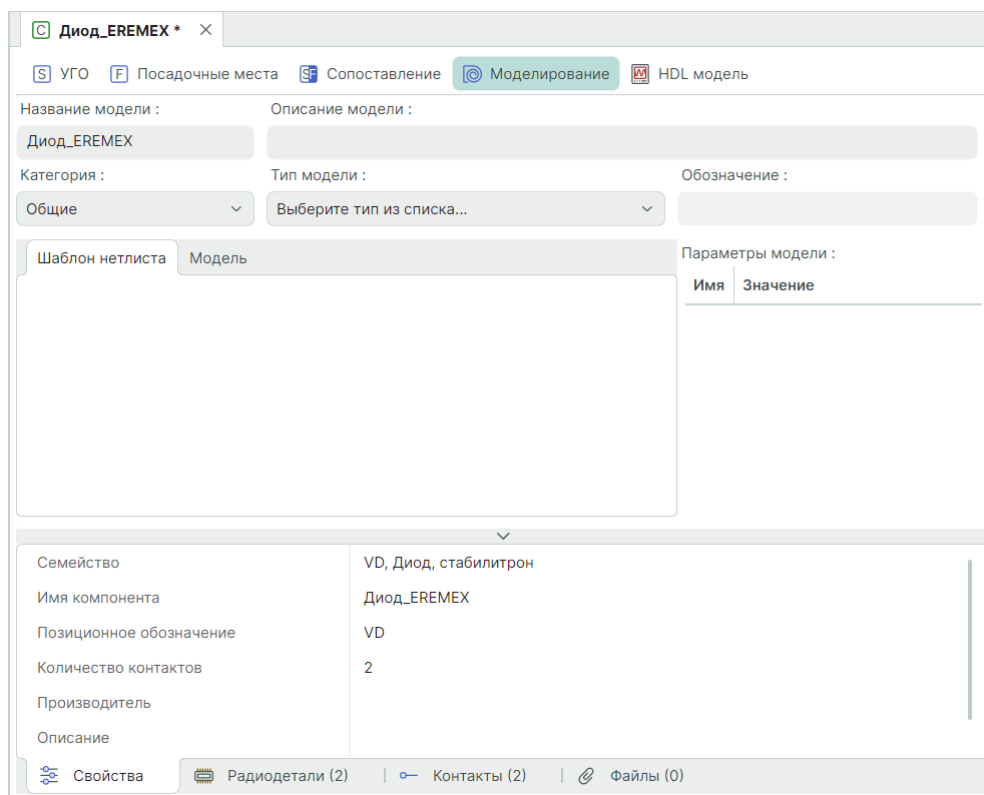

Рис. 297 Форма окна вкладки «Моделирование»
3. Отображается форма для заполнения сведений, используемых при формировании SPICE-модели компонента, Рис. 297: